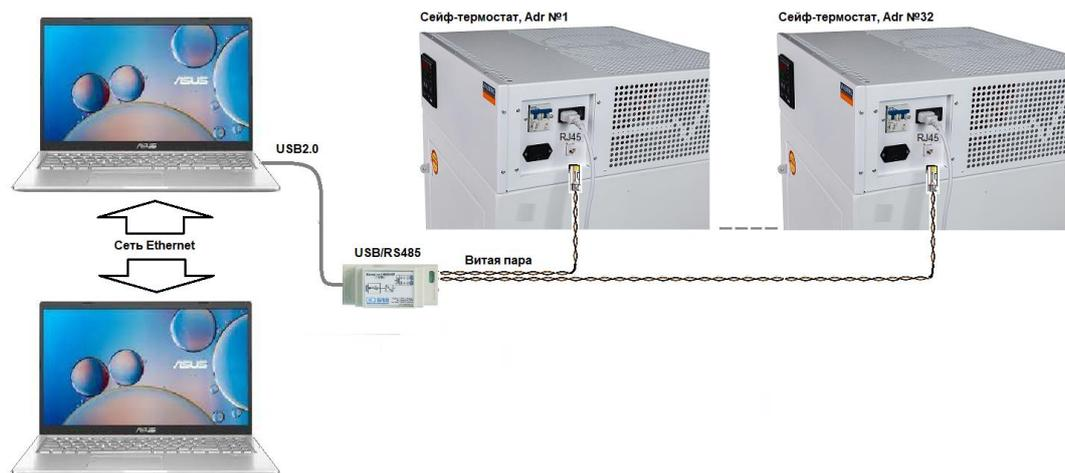

Рис.10 Подключение интерфейса сейфов-термостатов к ПК, при обмене данными через сеть Ethernet.
6.19.2 Кнопка «Нет» (рис.9) выбирает работу в сети Ethernet – в роли клиента TCP/IP, т.е. программа будет брать измерения с удаленного ПК (рис.10).